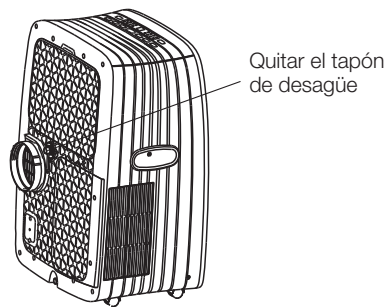

Fig. 21
- Durante los modos de deshumidificación, quitar el tapón de desagüe de la parte trasera de la unidad, instalar la conexión de desagüe (5/8" reparador hembra universal) con la manguera de 3/4" (se adquiere en el mercado local). Para los modelos sin la conexión de desagüe solo ajustar la manguera de desagüe al agujero. Colocar el extremo de la abertura de la manguera directamente sobre el área de desagüe en la base. Por favor remitirse a la Fig. 21 y 22.
extremo abierto de la manguera directamente sobre el área de desagüe en la base (Ver Fig. 21 & 22).